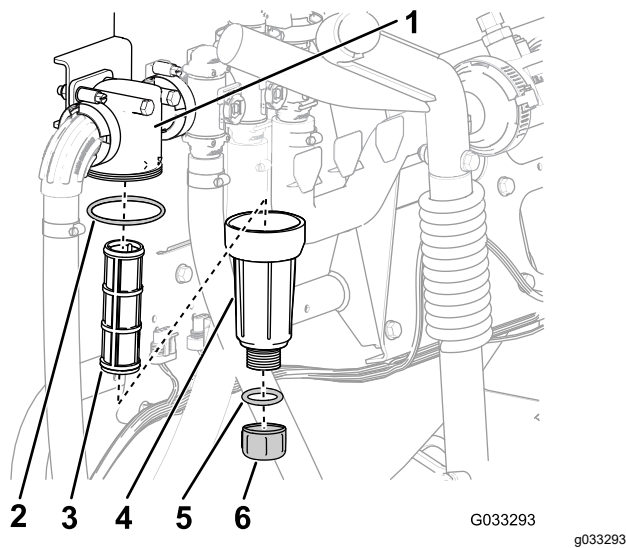

Bild 57
2. Stellen Sie eine Auffangwanne unter den Druckfilter (Bild 57).
3. Drehen Sie die Ablassschraube nach links und nehmen sie von der Glocke des Druckfilters ab (Bild 57).
4. Drehen Sie die Glocke nach links und nehmen sie vom Filterkopf ab (Bild 57).
5. Entfernen Sie den alten Druckfiltereinsatz (Bild 57).
6. Überprüfen Sie den O-Ring für die Ablassschraube (in der Glocke) und den O-Ring für die Glocke (im Filterkopf) auf Beschädigungen und Abnutzung (Bild 57).
7. Setzen Sie den neuen Druckfiltereinsatz in den Filterkopf ein (Bild 57).
8. Befestigen Sie die Glocke am Filterkopf und ziehen sie mit der Hand an (Bild 57).
9. Setzen Sie die Schraube in die Schale ein und ziehen Sie sie mit der Hand fest (Bild 57).